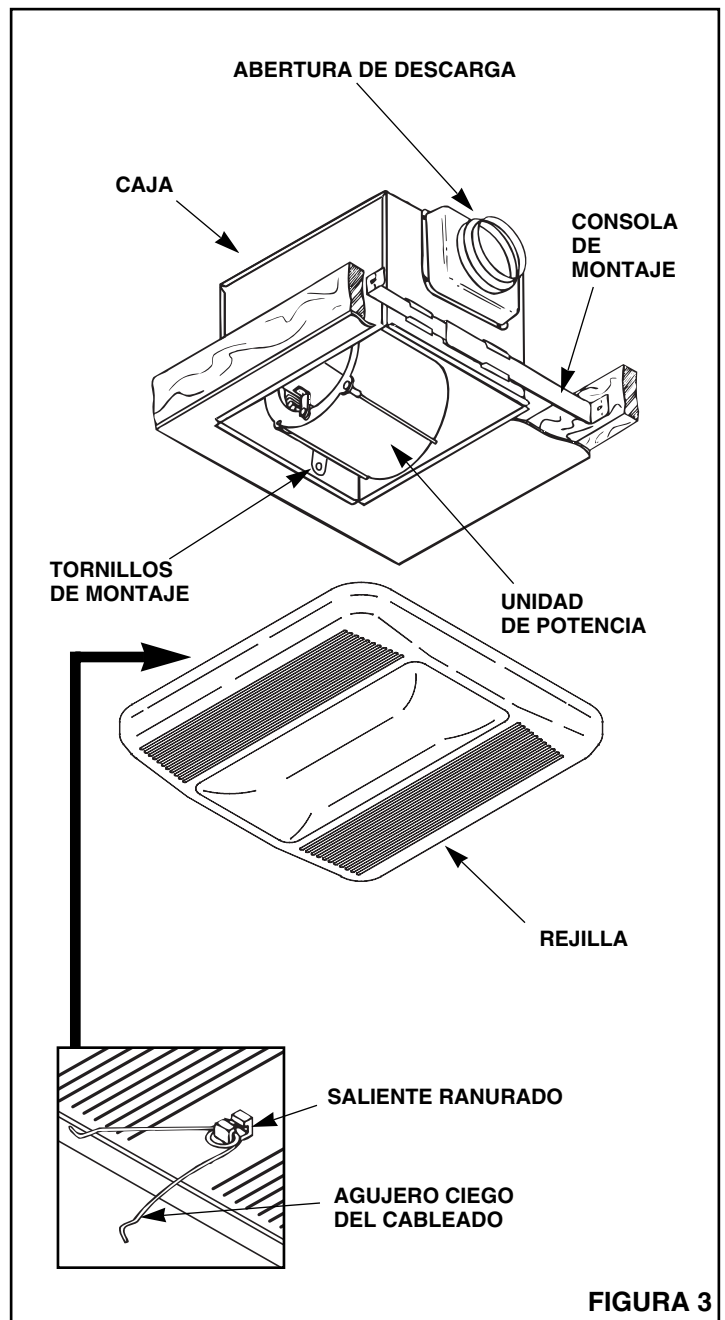

FIGURA 3
1. Refiérase a la Figura 3. Inserte las consolas para el montaje en cada uno de los extremos de la caja.
4. Refiérase a la Figura 3. Apriete el tornillo firmemente.